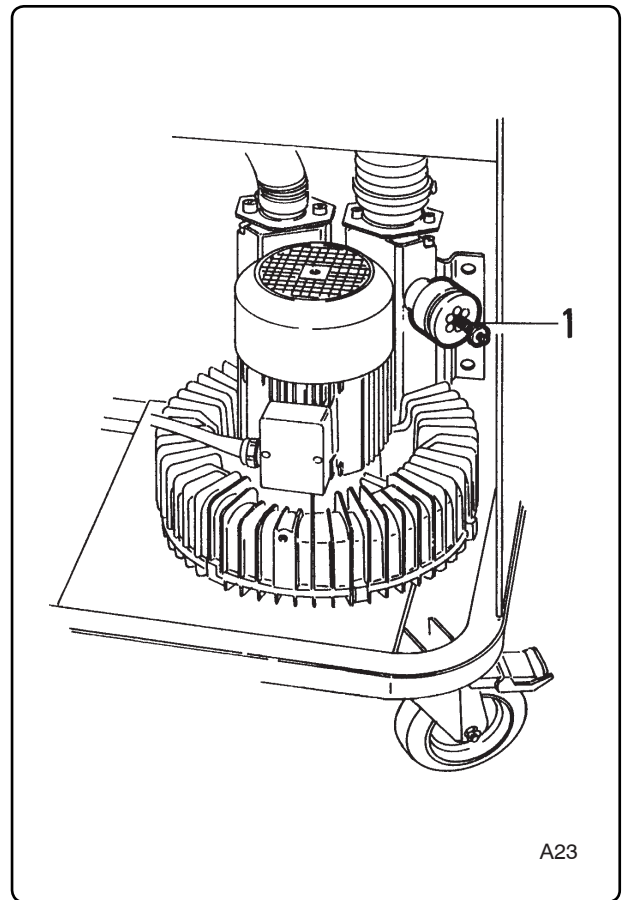

Fig. 6.4.4
6.4.4 - Valvola limitatrice (fig. 6.4.4)
6.4.4 - Limiting valve (fig. 6.4.4)
6.4.4 - Vanne de limitation (fig. 6.4.4)
6.4.4 - Druckbegrenzungsventil (Abb. 6.4.4)